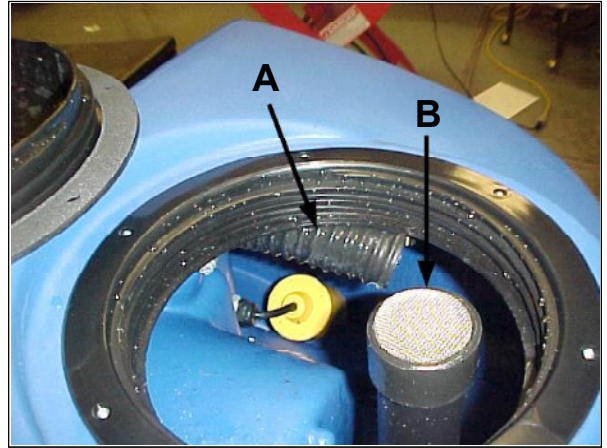

Abbildung 35
12. Eine evtl. Verstopfung des Tanks oder Rückführschlauchs durch Wasserdruckspülung beseitigen. Den Wasserschlauch in den Rückführschlauch einführen (Abbildung 35 A). **HINWEIS: Den Wasserschlauch nicht mit dem Ansaugstutzen (siehe Abbildung 35 B) verbinden. Die Maschine könnte dadurch beschädigt werden.**
Der Rückführschlauch (Abbildung 35 A) befindet sich rechts neben dem Ansaugstutzen (siehe Abbildung 35 B). Der Rückführschlauch ist flexibel und kann zur Öffnung hin verschoben werden. Dies erleichtert den Zugang zum Wasserschlauch zwecks Spülung der Leitung.